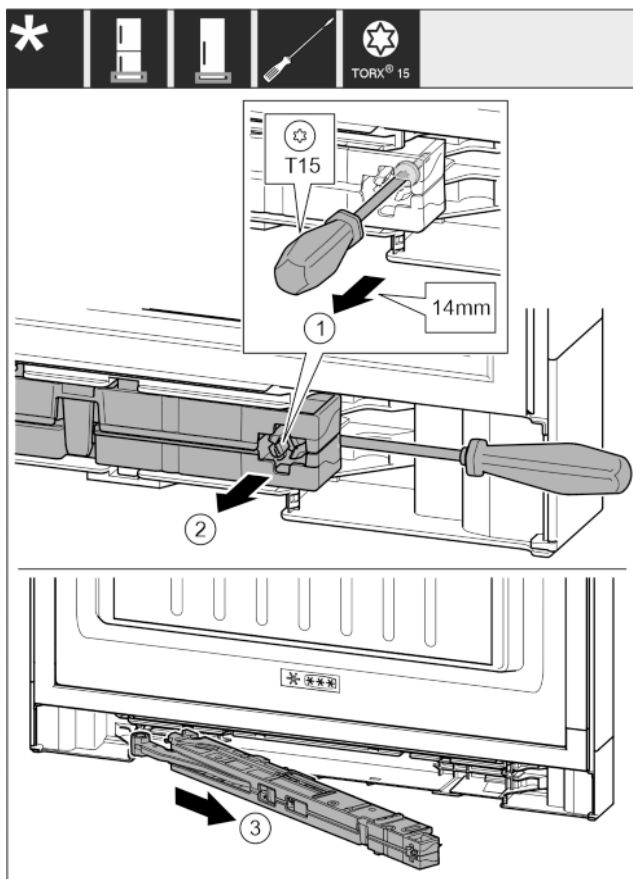

Fig. 14
- ▶ Odvijačem T15 otpustite vijak na jedinici prigušivača zatvaranja oko 14 mm. Fig. 14 (1)
- ▶ Odvijač gurnite na strani prijanjanja iza jedinice prigušivača zatvaranja. Okrenite jedinicu prema naprijed. Fig. 14 (2)
- ▶ Izvucite jedinicu. Fig. 14 (3)